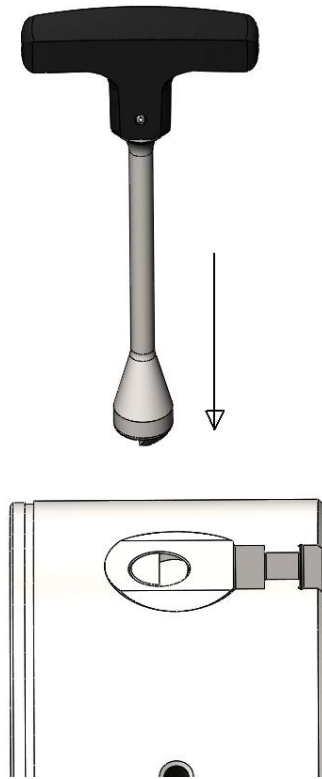

Abb. 13 Abb. 13 Eingriff des Schlüssels in die Grundbacke
- den Schlüssel in die Hauptbacke einführen, Abb. 13